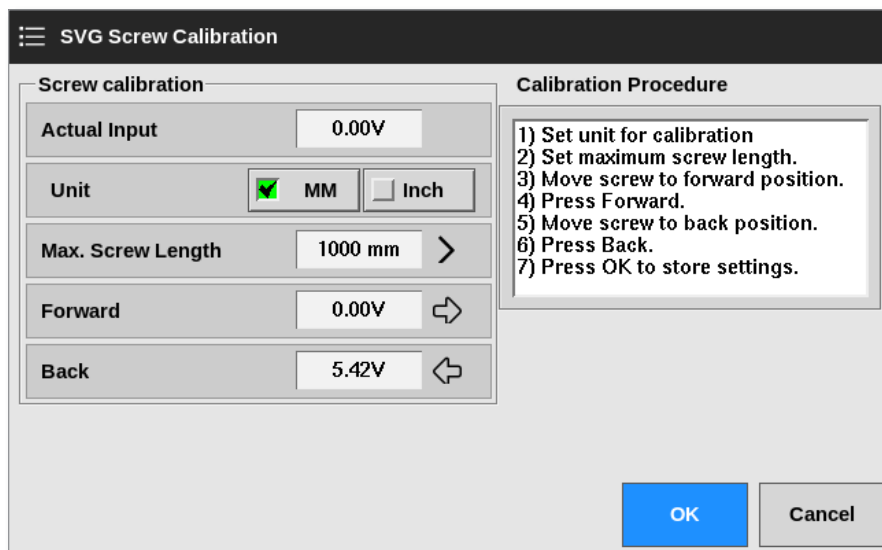

Figure 14-2 Okno SVG Screw Calibration (kalibrace šneku sekvenčního vstřikování)
11. Postupujte podle kalibračního procesu zobrazeného v okně Calibration Procedure (kalibrační proces). Viz Figure 14-2.